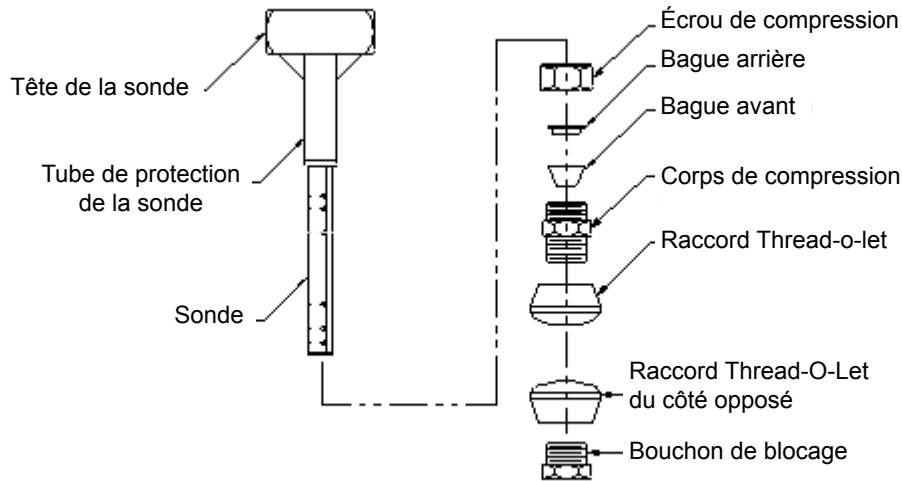

Figure 2. Ensemble Verabar® V110
- Assemblez légèrement la sonde, l'écrou de compression, la bague arrière, la bague avant et le corps de pression au raccord Thread-o-let (en serrant à la main) et insérez l'ensemble sonde dans la conduite. Les bagues arrière et avant doivent être placées dans l'ordre correct et selon l'orientation indiquée dans la figure 2.
- Faites glisser l'écrou de compression, la bague arrière, puis la bague avant, sur le tube de protection. **Les bagues arrière et avant doivent être placées dans l'ordre correct et selon l'orientation indiquée dans la figure 2.** La bague arrière doit être située à côté de l'écrou de compression avec l'extrémité conique pointant vers la bague avant. L'extrémité conique de la bague avant doit pointer vers le corps de compression.